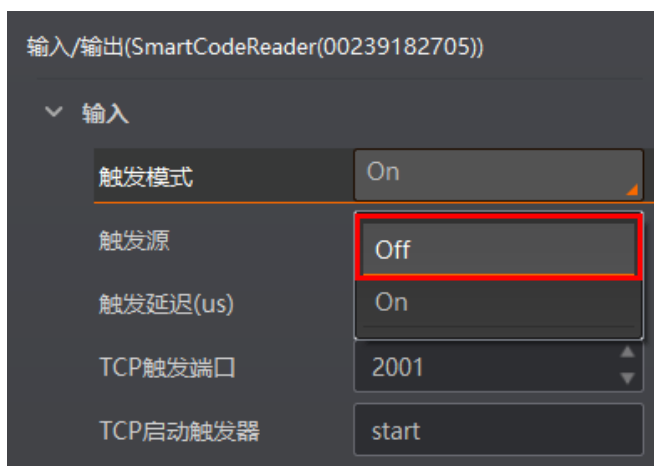

图6-4 关闭触发的方式
- 进入“输入输出”模块，在输入属性下将触发模式设置为“Off”，关闭触发模式，如图 6-4 所示。